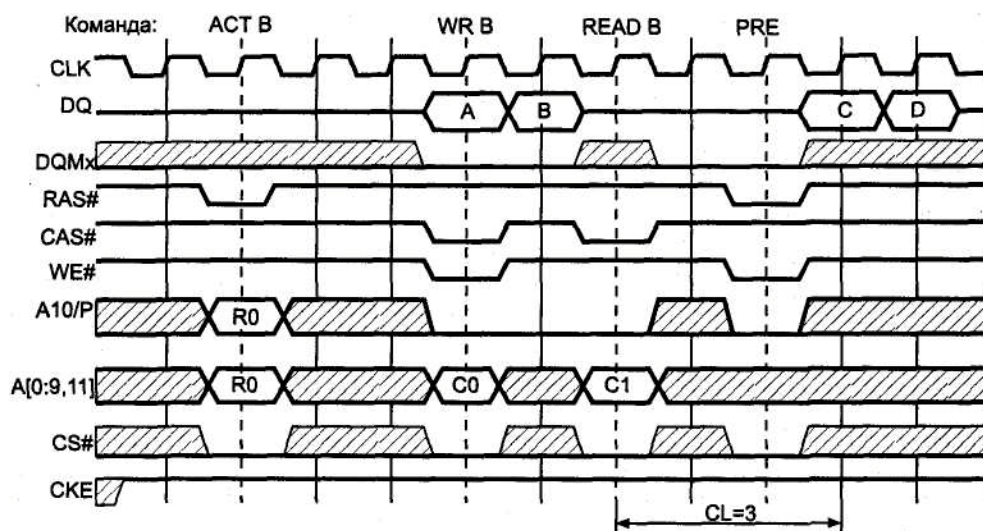

Рис. 7.6. Временные диаграммы пакетных циклов SDRAM: А и В — данные для записи по адресу RO/CO и RO/CO+1, С и D — данные, считанные по адресу RO/C1 и RO/C1 +1
Данные для первой передачи *пакета записи* устанавливаются вместе с командой WR. Данные для остальных передач пакета передаются в следующих тактах. Первые данные *пакета чтения* появляются на шине через определенное количество тактов после команды. Это число, называемое *CAS Latency (CL)*, определяется временем доступа T_{CAC} ⁿ тактовой частотой. Остальные данные пакета выдаются в последующих тактах. Временные диаграммы работы SDRAM приведены на рис. 7.6. Здесь показана команда записи WR, за которой следует команда чтения RD из той же страницы, предварительно открытой командой ACT. Далее страница закрывается командой PRE. Длина пакета 2, CL - 3.